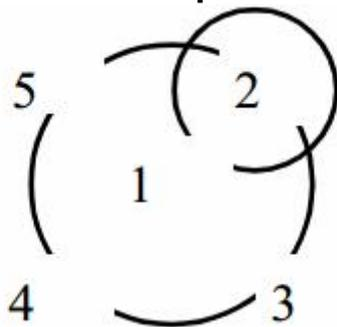

Рисунок 2 - Схема расположения прибора при проведении измерений.
Сместите условный центр прибора относительно первого измерения на 5...7 см по диагонали в положение «2 часа» (см. рис. 2). Проведите 2-е измерение (коснитесь кнопки измерений и отойдите от прибора на один шаг). Через 3 - 4 секунды, после завершения измерения, на
- сместите условный центр прибора, ориентируясь по нарисованной окружности, на 5...7 см по диагонали в положение **«2 часа»** (см. рис. 2) и проведите измерения плотности **« ρ_2 »**;
- сместите условный центр прибора, ориентируясь по нарисованной окружности, на 5...7 см по диагонали в положение «2 часа» (см. рис. 2) и проведите измерения плотности « **U_2** »;